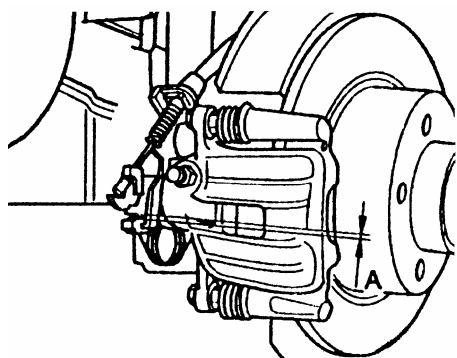

图 13-58 杠杆与制动钳之间的间隙
(8) 如图 13-58 所示，拧至杠杆稍稍离开制动钳。注意尺寸 A，应可看到这个小间隙，但不超过 1.5mm。